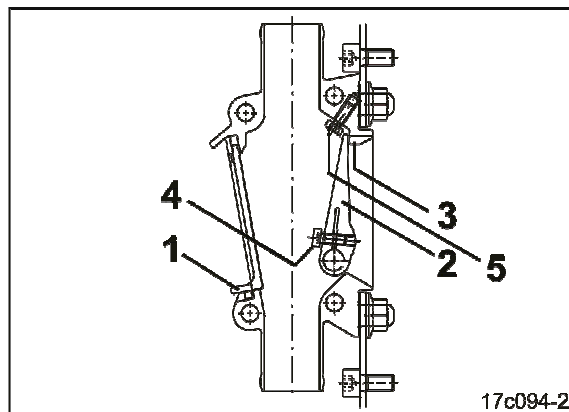

Fig. 177
2. Skyv monteringsvinduet (Fig. 177/1) oppover og ta det ut av klaffkassen forover.
3. Trykk klaffen (Fig. 177/2) mot anslaget (Fig. 177/3) og løsne unbrakoskruen (Fig. 177/4) så mye at klaffen kan beveges fritt på akselen.
4. Skru låseskruen (Fig. 177/5) ca. 5 mm ut slik at den deaktiverte klaffen ikke kan bevege seg, og åpningen til sågodskassen forblir lukket.